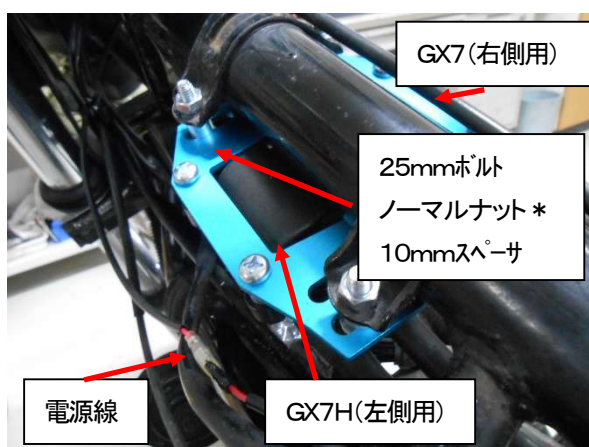
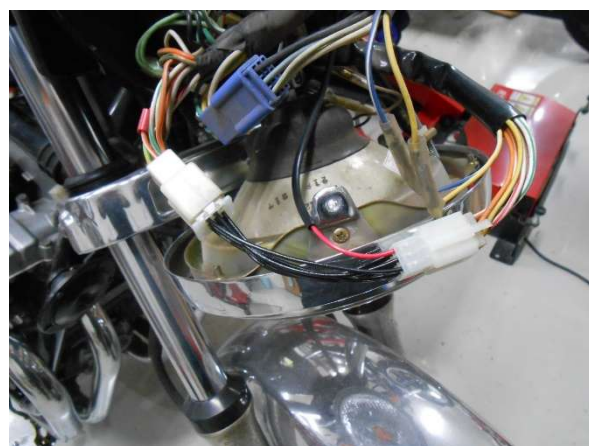

図5、SP2 コイルの装着
図6、電源取出し割込みコネクタの
- ⑤10ページ「プラグコードコネクタ装着方法」に従ってプラグコードを SP2 コイルに装着して下さい。プラグコード／キャップはリーク防止のため、新品又は良品を使用して下さい。
- ⑥ガソリンタンクを外し、ノーマルコイルを外して下さい。SP2 コイルを付属の6 * 25mmボルト * 4、10mmスペーサ * 4、ノーマルナット * 4を使用して装着して下さい(図5)。
- ⑦SP2 コントロールユニットの取付位置を決めてください。スイッチ面に水などが溜まらないように配置して下さい。
- ⑧SP2 コントロールユニット用コネクタの配線を適当な長さでカットし、付属のコネクタを配線図のように取り付けて下さい(図6、7)。